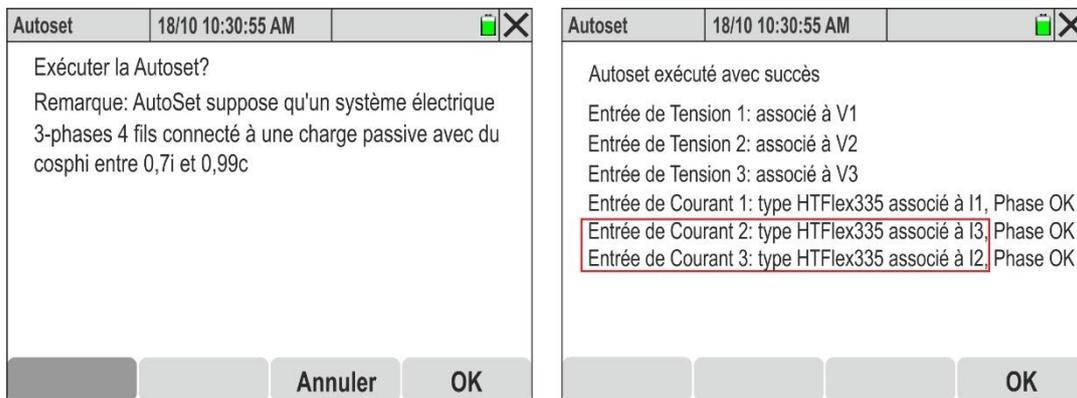

Fig. 72: Exécution Autoset avec erreurs de connexion (échange pinces)
8. La Fig. 72 – partie droite illustre un exemple dans lequel la fonction Autoset a détecté et **résolu automatiquement** la présence d'une lecture incorrecte sur les phases L2 et L3 en raison d'une **connexion incorrecte des pinces de courant (pinces 2 et 3 échangées)**